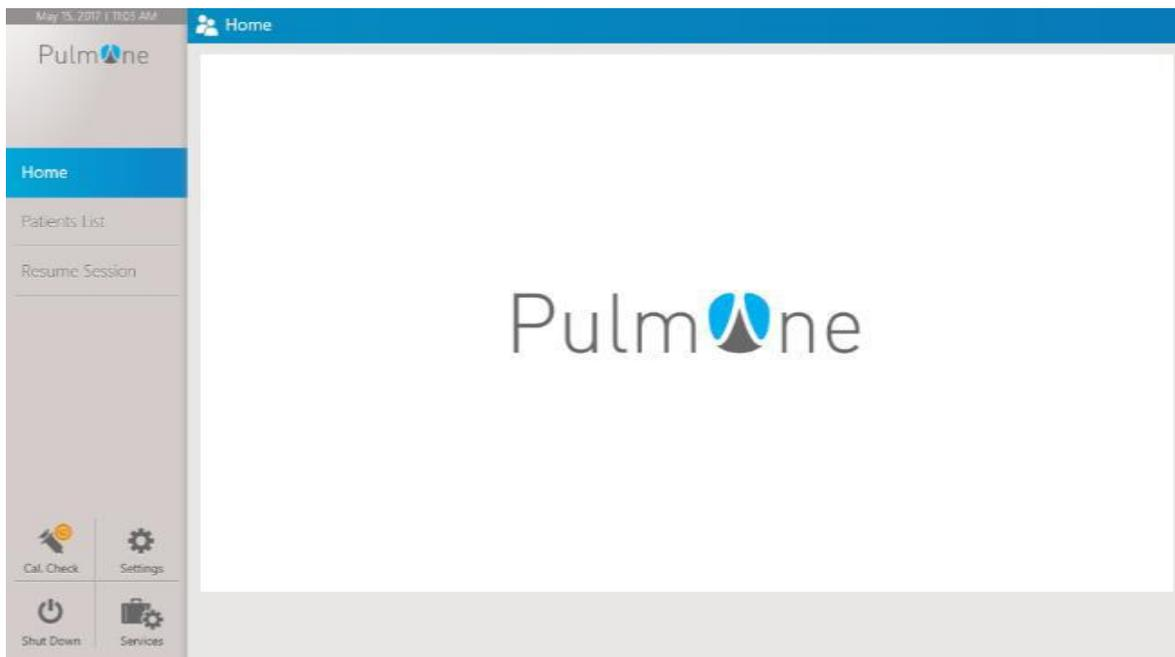

Abbildung 7: Hauptfenster
- Drücken Sie im linken Bereich des Hauptfensters auf „**Ausschalten**“ (Abbildung 7) und wählen Sie im Ausschaltmenü die Option „**Ausschalten**“.